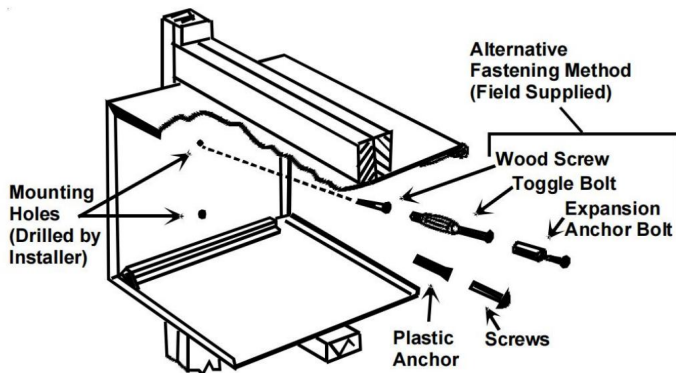

Figura 5
5. Cuando se instala en la abertura, el manguito de pared debe estar nivelado de lado a lado y con una inclinación de un cuarto de burbuja de adelante hacia atrás. **NO INCLINE EL MANGUITO DE PARED HACIA LA HABITACIÓN.** Consulte la Figura 5. Esto es para que se descargue la condensación.
7. Fije la manga con cuatro tornillos para madera n.º 12 x 2" (para edificios construidos con madera) o cuatro tornillos para mampostería n.º 12 x 2" (para edificios construidos con cemento o ladrillo) (Figura 5). Fíjela en 2 lugares en los lados izquierdo y derecho. Asegúrese de